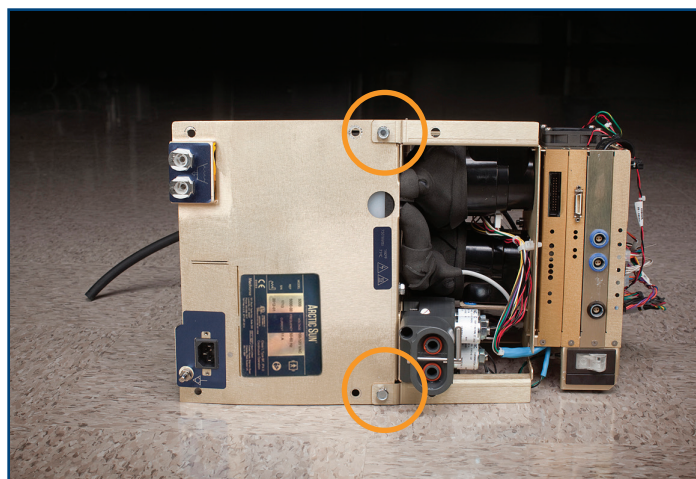

Fig. 8-24 Componente interne înainte de a fi separate în două secțiuni (vedere din față)
1. Scoateți cele patru șuruburi așa cum este indicat (consultați Fig. 8-24 și Fig. 8-25).